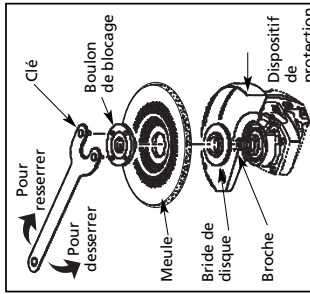

Figure 2
2. Votre meuleuse est expédiée avec la bride de disque et l'érou de serrage fixés à la broche (voir les figures 2 et 3).